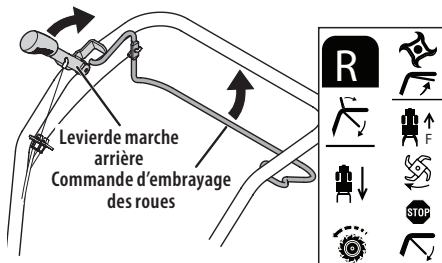

Figure 17
2. Lorsque vous labourez, laissez les roues faire avancer le motoculteur pendant que les dents creusent le sol. Placez-vous à l'arrière du motoculteur et légèrement de côté. Tenez le guidon fermement avec une seule main et gardez votre bras détendu. Laissez le motoculteur avancer à son propre rythme. Ne poussez pas le guidon vers le bas pour forcer les dents à creuser plus profondément, car ceci peut réduire la traction des roues. Voir la Figure 17.